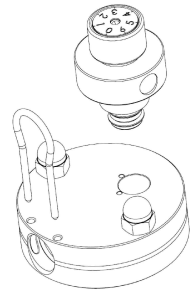

Abb. 11
- Ziehen Sie das Luftregulierungs-Gehäuse vom Ventilkopf ab (Abb. 11)